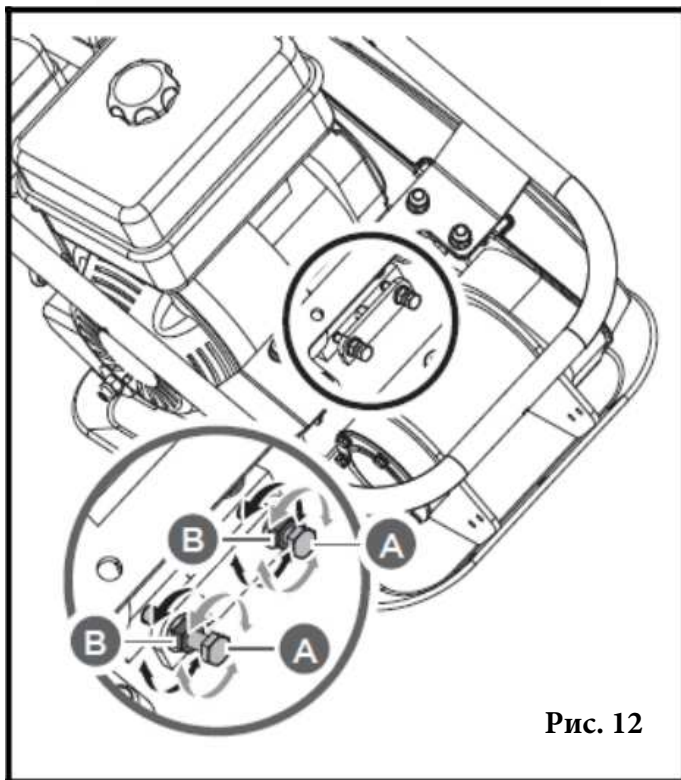

Рис. 12
віброплити, обертаючи регулювальні болти А, щоб усунути провисання клинового ремня(-ів)(Рис. 12).
- Коли ви досягнете правильного натягу клинового ремня(-ів), затягніть контргайки В (Рис. 12).
- Послабте контргайки В і болти А, зображені на Рис. 12.
- Послабте контргайки В, залишивши достатньо простору між гайкою і скобою (Рис. 12).